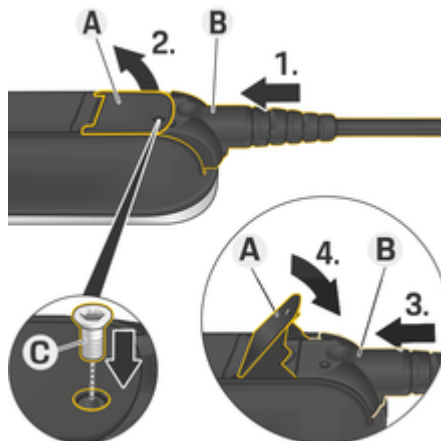

Bild 79: Fästa kabeln och fixera kontakten
- ✓ Spaken **A** (Bild 79) är stängd.
- 1. Skjut in kontakten **B** (Bild 79) till det första motståndet i manöverenheten.
- 5. Skruva fast kontakten **B** med skruven **C** (Bild 79) på manöverenheten.